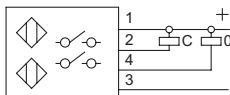

Fig.1
1. Ta bort skruvarna och metallplattan från kraftspännaren Fig.1